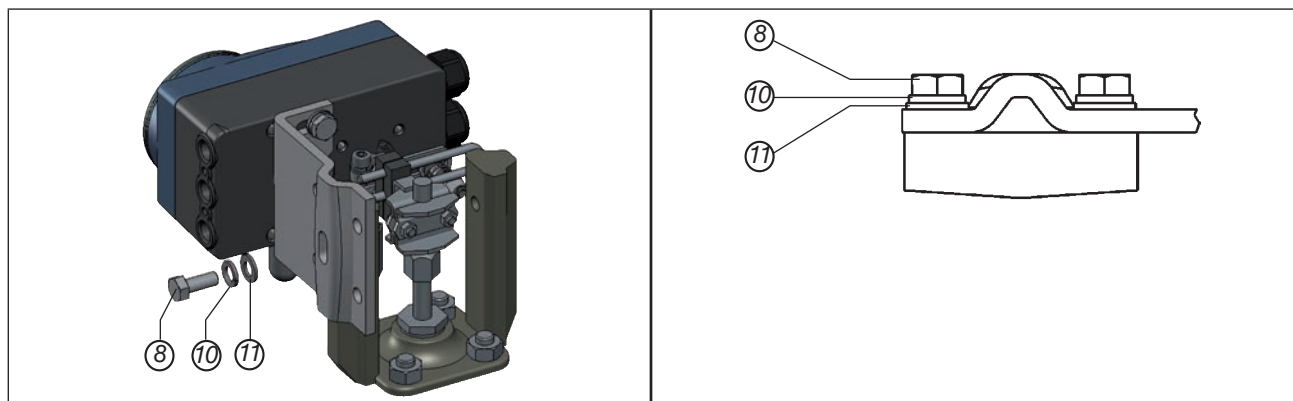

Bild 25: Positioner mit Anbauwinkel befestigen; bei Antrieben mit Gussrahmen
→ Anbauwinkel mit einer oder mehreren Sechskantschrauben ⑧, Scheiben ⑪ und Federringen ⑩ am Gussrahmen befestigen (siehe „Bild 25“).